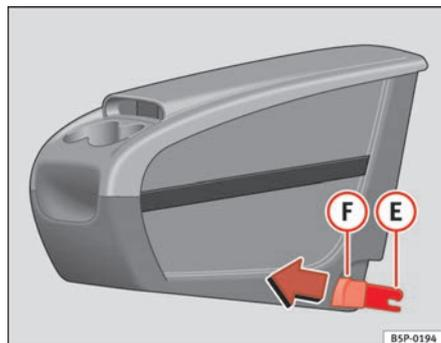
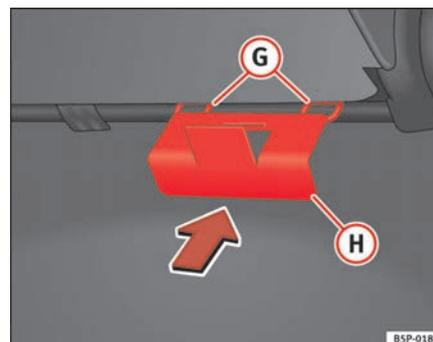

Fig. 111 Porta-objetos móvel. Montagem
Fig. 112 Placa de fixação do porta-objetos móvel
- Colocar a partir do interior do veículo, a placa de fixação ① ⇒ fig. 112 do porta-objetos móvel, pela parte traseira do banco. Deve estar situada entre o encosto e o assento, na zona do lugar central.
- Coloque frente a frente as duas peças de fixação **E** ⇒ página 149, fig. 111, com as duas anilhas de fixação **G** ⇒ página 149, fig. 112 e pressione com força até que as duas pinças encaixem totalmente nas anilhas.
- Puxar cada um dos botões ⇒ página 149, fig. 111 **F** das pinças (botões vermelhos) para a frente, até se fazer ouvir o desencaixe.